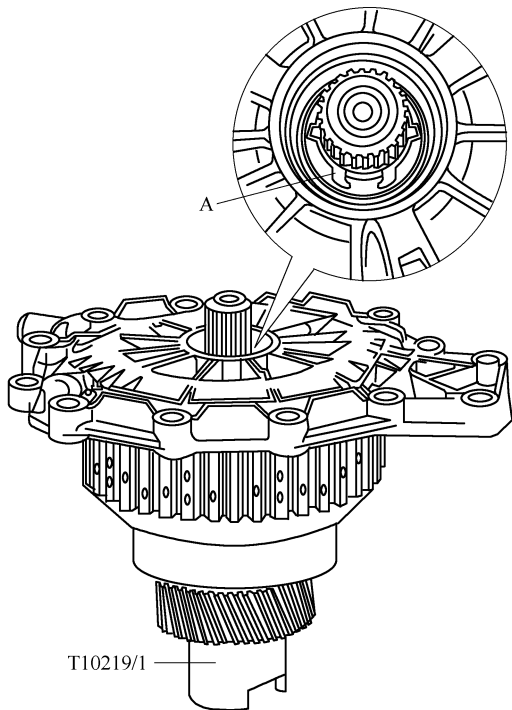

图 2-2-36 安装输入轴盖板卡环
(5) 安装输入轴盖板卡环 在安装时必须用同样厚度的新卡环替代旧卡环 A, 如图 2-2-36 所示。安装时检查卡环的位置是否正确。